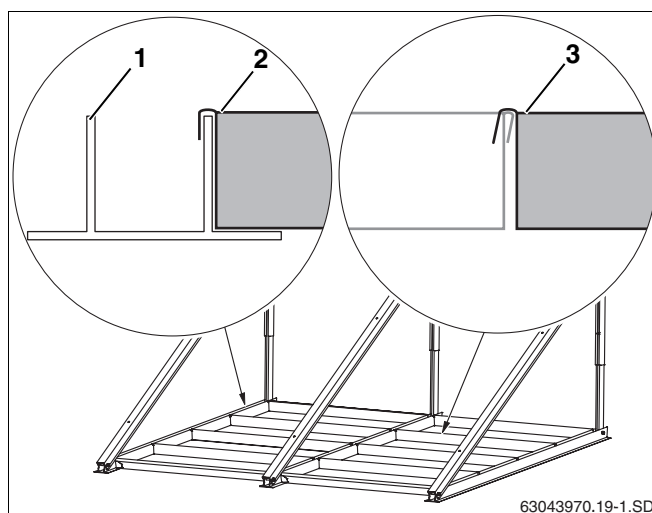

Fig. 27 4 pannelli di appesantimento per ogni collettore
- Inserire le vasche per contrappeso (fig. 27, **pos. 2**) nei profili inferiori (fig. 27, **pos. 1**) e gli uni negli altri (fig. 27, **pos. 3**).